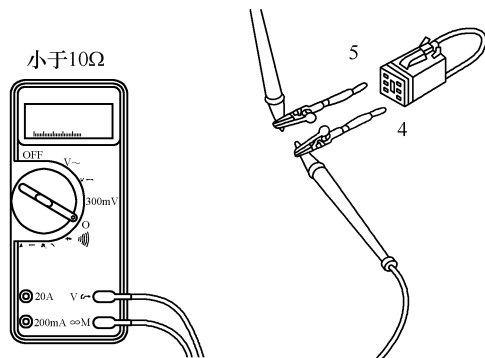

图 5-251 测量短接插头触针 5 与触针 4 之间的电阻
⑤ 从 6 针插头上断开 ICONTM 短接插头，测量 ICONTM 短接插头触针 5 与触针 4 之间的电阻，如图 5-251 所示，万用表读数必须小于 10Ω 。如果电路不是闭路，应更换短接插头。